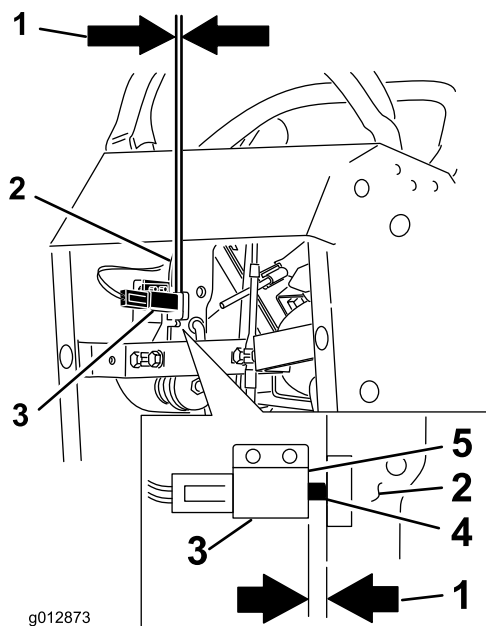

Figura 65
12. Compruebe la distancia entre la palanca de freno y la cara del interruptor, según se muestra en Figura 65. La distancia debe ser de 3 mm con el freno **puesto**.